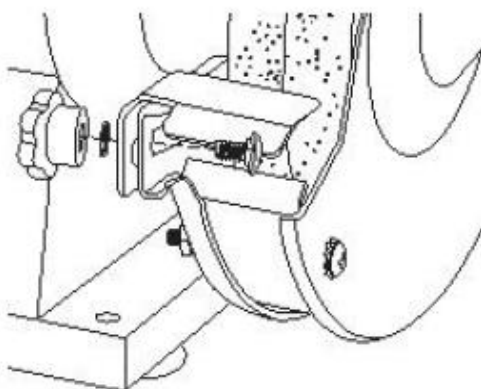

Рис. 2, правый
- 1 Удерживайте крепление для заготовки (2) вплотную к направляющей щитка круга. Убедитесь, что крепление для заготовки расположено в правильном направлении. Скошенный угол должен быть направлен в сторону от шлифовального станка (Рис. 2).